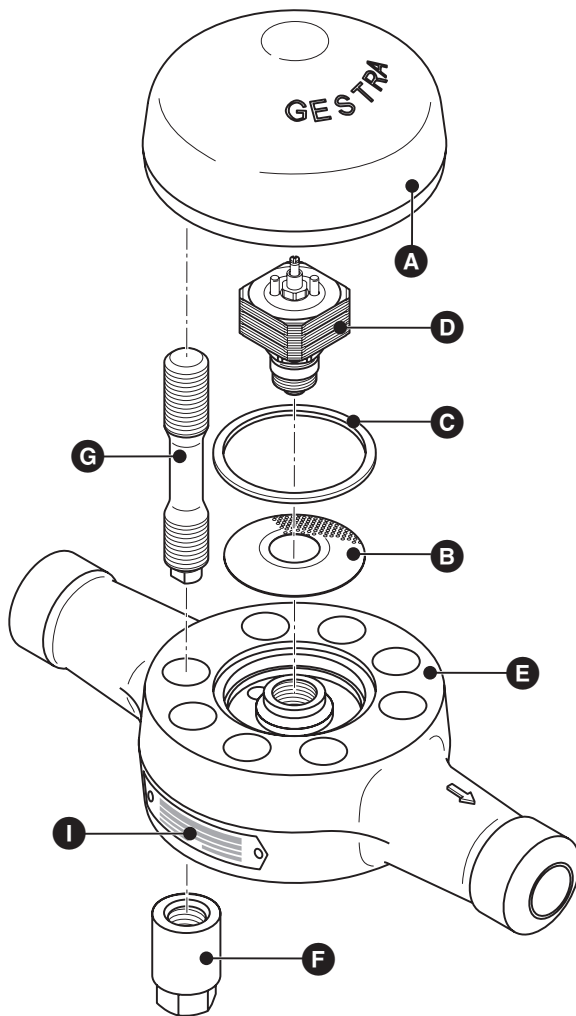
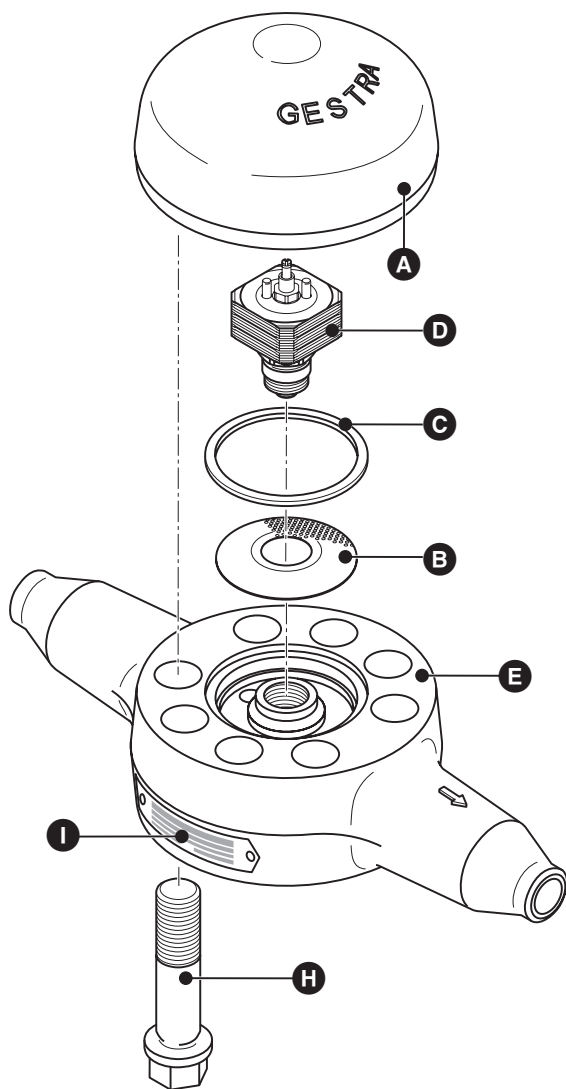

Fig. 2
Fig. 3
2. Remover a tampa **A** do corpo **E**, **fig. 2, fig. 3**